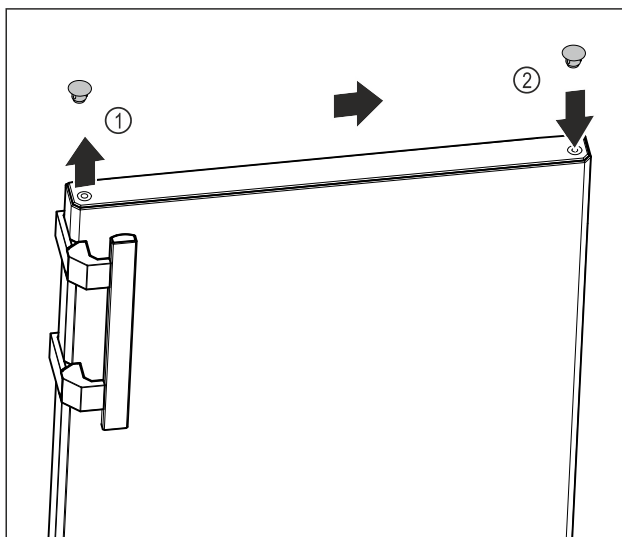

Fig. 18
- Løft forsigtigt dækproppen på dørens overside Fig. 18 (1) af ved hjælp af en kærnskruetrækker.
- Indsæt dækproppen på den modsatte side. Fig. 18 (2)